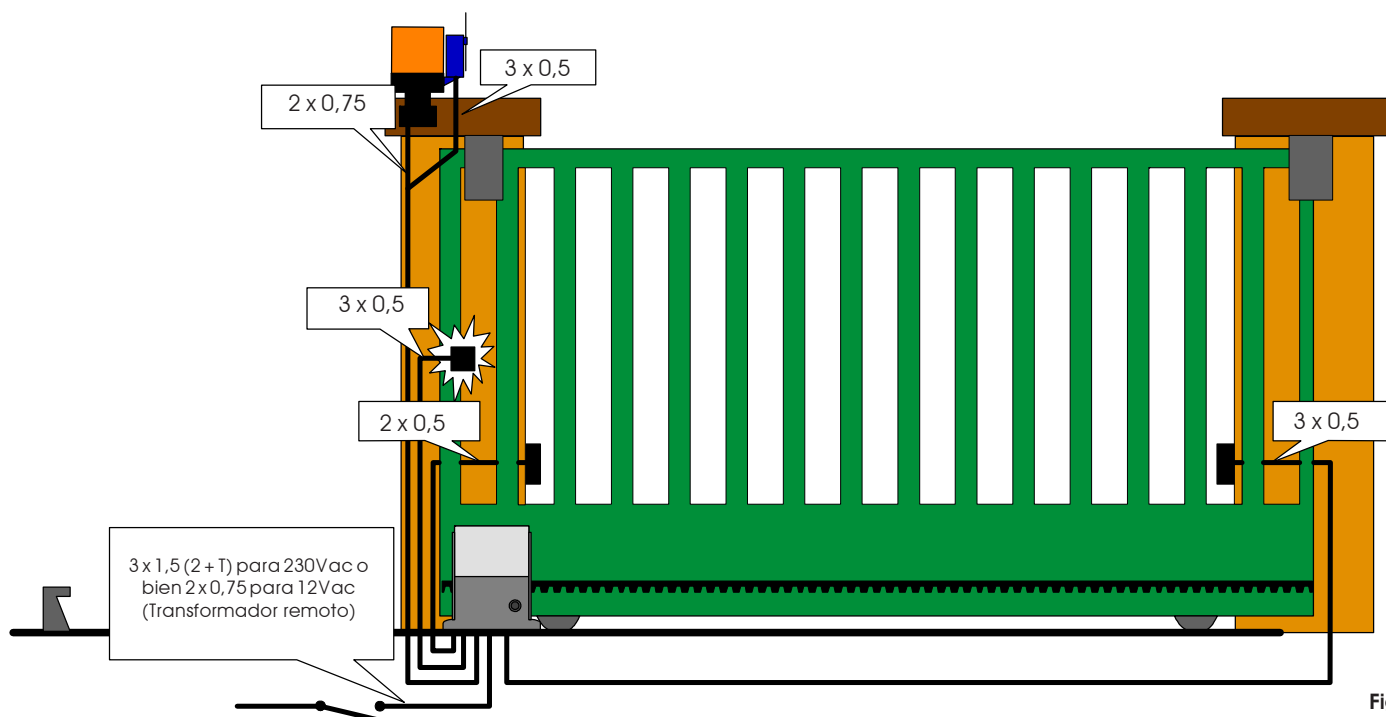

Fig. 4
- Prepare los cables eléctricos para la conexión con los accesorios y la alimentación eléctrica como se muestra en la Fig. 4. Para efectuar fácilmente las conexiones, haga que los cables salgan la longitud necesaria para la conexión a la regleta de bornes, al transformador y a la tarjeta de descodificación (si estuvieran presentes).